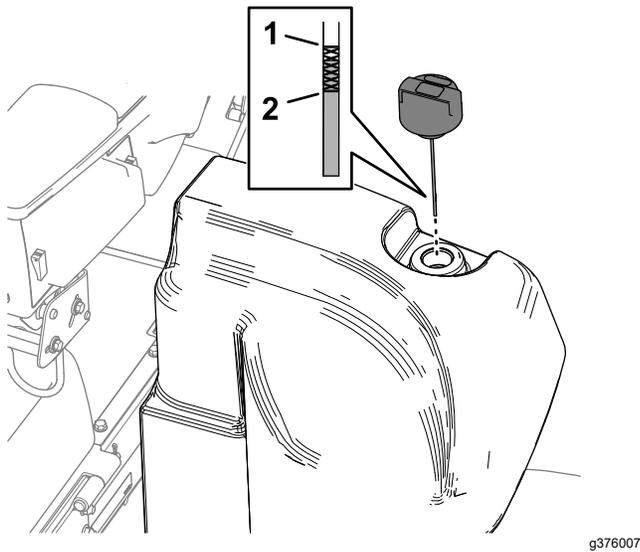

图 100
2. 清洁液压油箱加油颈和油箱盖周围的区域 (图 100)。